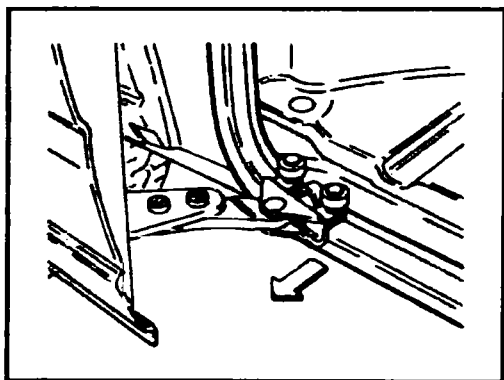

Рис. 10.33 Отсоединение нижней направляющей двери
- ◆ Сдвижную дверь откройте до упора и отведите при этом нижнюю направляющую от кузова (см. по стрелке рис. 10.33).